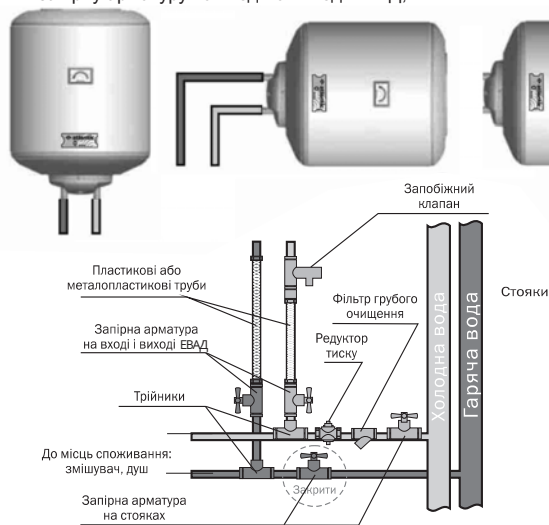
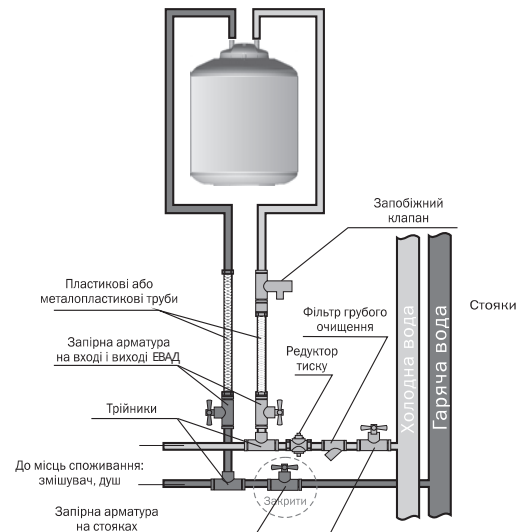

Рис. 5. Підключення ЕВАД у вертикальному / горизонтальному положенні
Рис. 6. Підключення ЕВАД, що встановлюється під мийкою
Підключення (рис. 5, 6):
**УВАГА! Підключення до системи водопостачання ЕВАД моделей O'Pro PC 10SB, PC 15S має виконуватися чітко у відповідності зі схемою, наведеною на рис. 6. Запобіжний клапан кріпиться на трубопроводі осторонь від ЕВАД. При встановленні моделей Steatite в горизонтальному положенні патрубок подачі холодної води (помічений синім кільцем) повинен бути розташований знизу, а патрубок гарячої води (помічений червоним кільцем) - зверху (рис. 5).**
**Увага! Один раз на місяць необхідно з запобіжного клапану видаляти вапняний осад і перевіряти чи його не заблоковано шляхом короткочасної установки тригера в горизонтальне положення, при цьому через зливний отвір витече невелика кількість гарячої води.** Для чого спочатку потрібно перекрити запірну арматуру на вході в ЕВАД (рис. 5, 6), а також відкрити кран гарячої води у місці споживання.